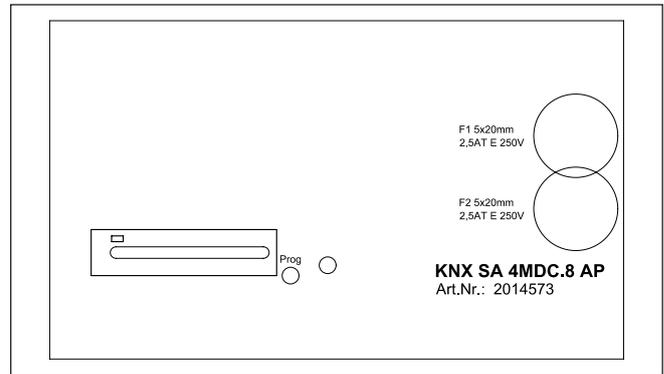

Abb. 2 Ansicht des Tastenfelds
Hierfür steht sowohl in der App als auch auf dem Tastenfeld eine Prog-Taste zur Programmierung und eine Anzeige-LED zur Verfügung (siehe Abb. 2).
- Drücken Sie die Programmierertaste in der App oder am Gerät (Abb. 2), um das Gerät in den Programmiermodus zu versetzen. Bei aktiviertem Programmiermodus leuchtet die rote LED. Die Programmierung erfolgt durch die ETS am PC. Diese Software beendet den Programmiermodus automatisch. Die rote LED erlischt.